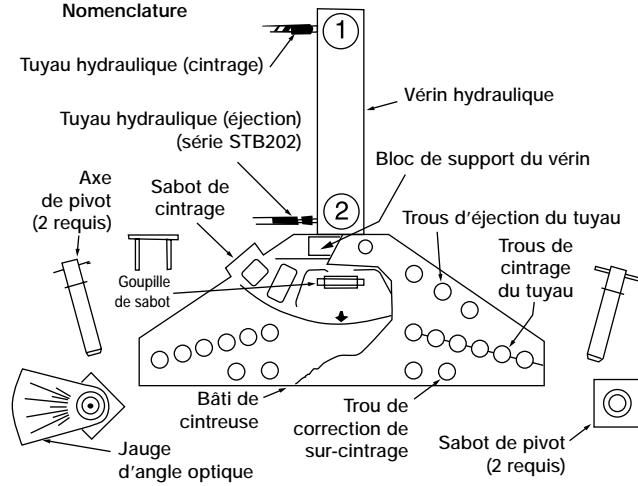

Figure 1, Montage de la cintreuse
4.0 MONTAGE DE LA CINTREUSE (VOIR FIGURE 1)
- Fixer le ou les tuyaux à la soupape de pompe. Raccorder le tuyau (1) à l'orifice de vérin (1); le tuyau (2) à l'orifice de vérin (2). Remarque: le tuyau (2) n'est utilisé qu'avec les cintreuses de la série STB-202.